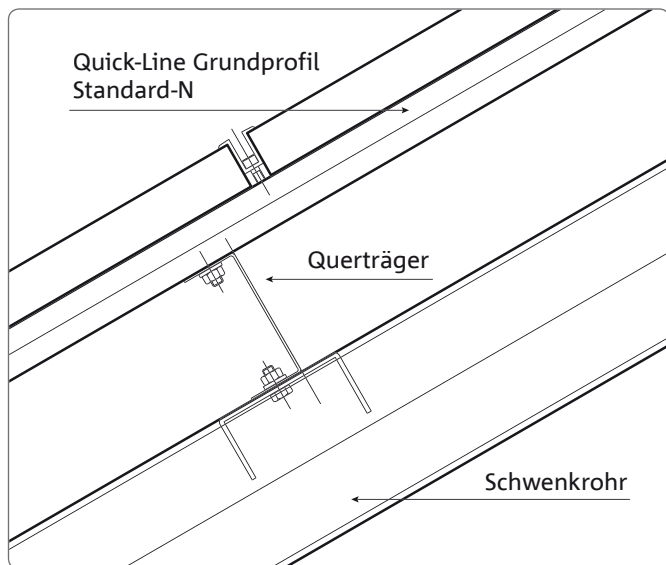

Abb. 1.12: Schraubverbindung zwischen den Querträgern und den Modulprofilen
4. Bei der Variante mit 11 Modulen werden zusätzlich zwei kürzere Profilschienen vom untersten Querträger hin zu einem zusätzlichen, kürzeren Querträger verlegt. Dieser wird mit zwei Schrauben am Schwenkrohr befestigt. (s. Abb. 1.12 und 1.14)